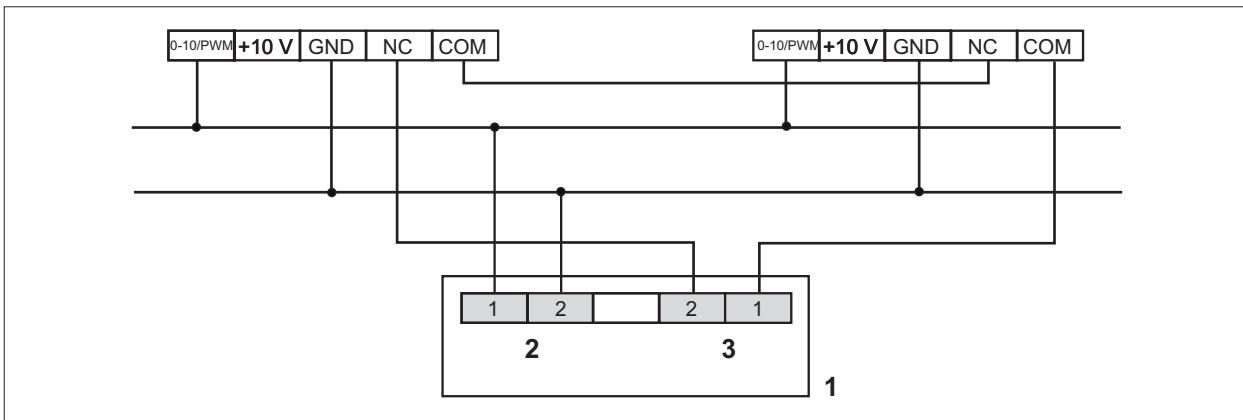

Рис. 6.3 Подключение модуля вентиляции LM2 к воздухонагревателям LH-EC 40 - 100
- Рис. 6.3 Подключение модуля вентиляции LM2 к воздухонагревателям LH-EC 40 - 100 См.